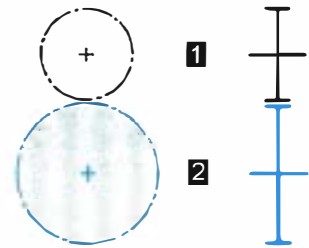

Figure 4.4 • Engrenage parallèle.
- les engrenages à axes **parallèles** : pont pour moteur transversal, boîte de vitesses manuelle (figure 4.4) ;